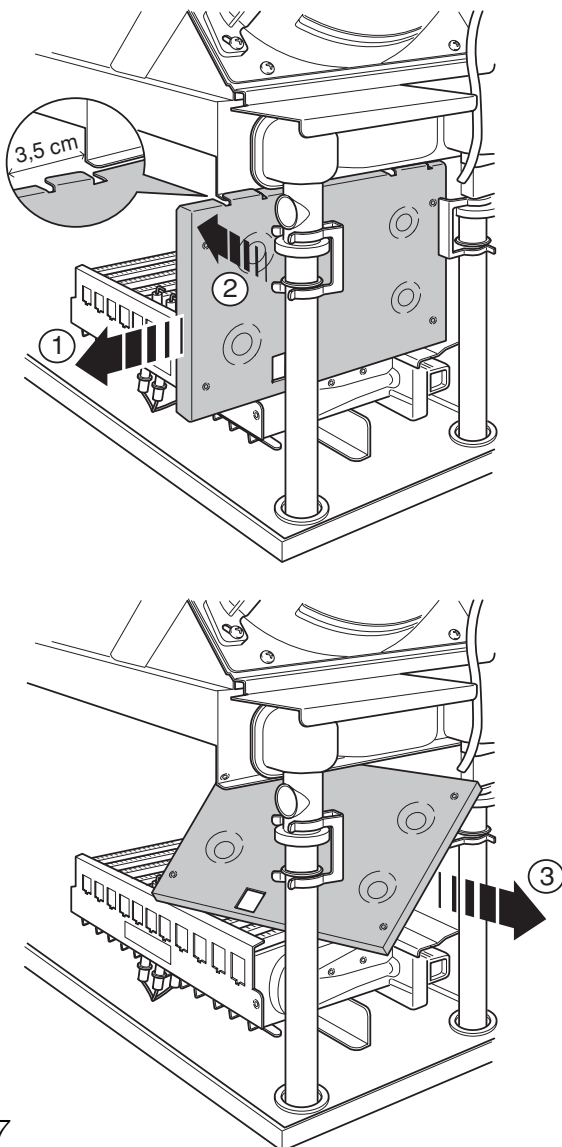

fig. 7
- 9) Sfilare lateralmente di 3,5 cm il pannello frontale **fase 1**, spingerlo in avanti **fase 2** e ruotarlo all'interno camera combustione e poi sfilarlo frontalmente **fase 3** (fig.7).